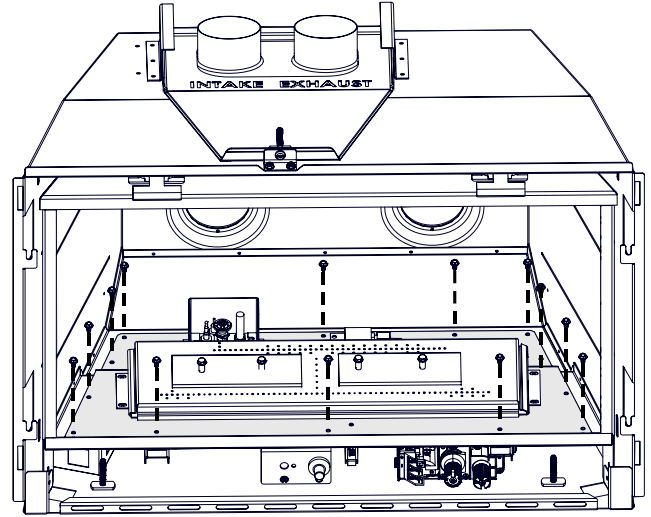

Fig. 7-1
5. Retirer les 12 vis maintenant le train de soupape en place (**Fig. 7-1**).